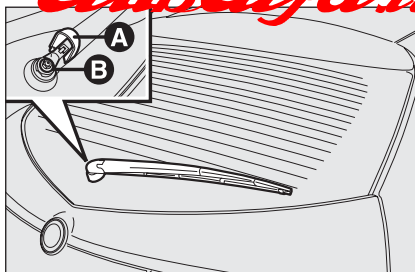

fig. 15
## Sostituzione spazzola tergicristallo fig. 15
- ☐ sollevare la copertura **A**-fig. 15 e smontare il braccio dalla vettura, svitando il dado **B** che lo fissa al perno di rotazione;